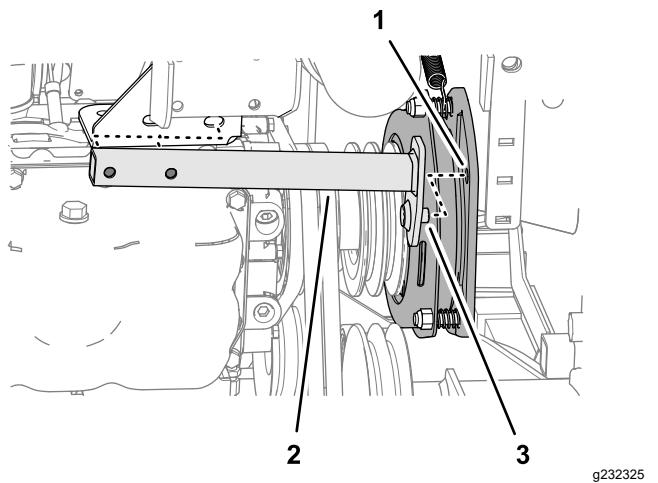

Bild 92
7. Schieben Sie das Drehsperrrohr nach hinten und nehmen es von der Maschine ab (Bild 92).
2. Flüchten Sie den Stift des Drehsperrrohrs mit dem Loch in der Zapfwellenkupplungsplatte aus, siehe Bild 92 in Entfernen der Zapfwellenriemen \(Seite 71\).